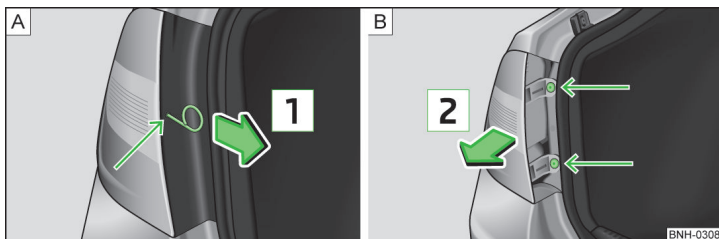

Fig. 156 Capacul/demontarea lămpii
- Etrierul pentru extragerea capacelor integrale de roți » pagina 152, *Trusa de scule* se introduce în orificiu, în locul marcat cu săgeți » [fig. 156 - \[A\]](#).
- Scoateți capacul în sensul săgeții **1** » fig. 156.
- Desfaceți lampa folosind cheia din trusa de scule » [fig. 156 - \[B\]](#).